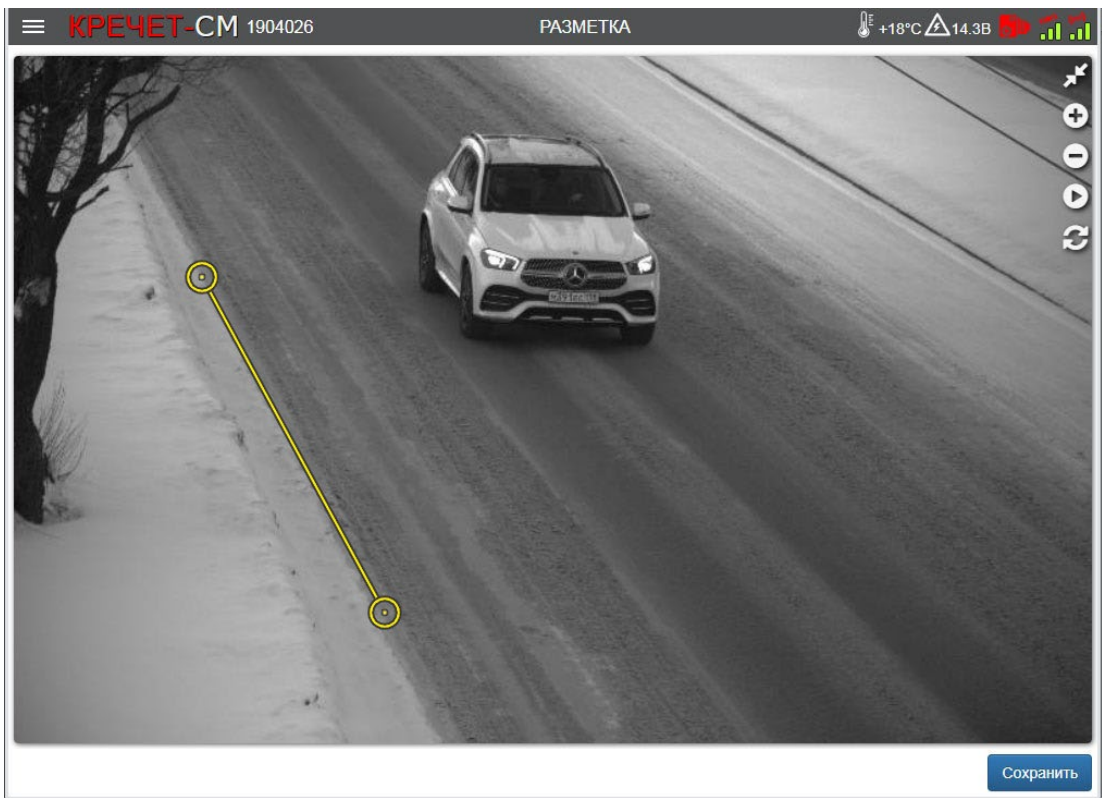

Рисунок 56 — Страница **ФОРМИРОВАНИЕ РАЗМЕТКИ** раздела **РАЗМЕТКА ДОРОЖНАЯ**
6.7.8.1 В пункт меню **РАЗМЕТКА ДОРОЖНАЯ** перейдите на страницу **ФОРМИРОВАНИЕ РАЗМЕТКИ** (Рисунок 56).